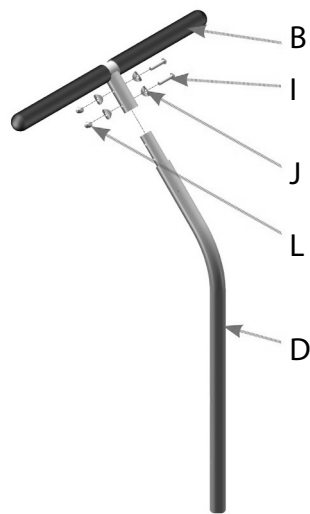

Abb. 5
Um den Griff (B) am verstellbaren Rohr (D) anzubringen, verwenden Sie vier Wellscheiben (J) und jeweils zwei Zylinderkopfschrauben (I) und Sicherheitsmutter (L) (siehe Abb. 5). Verwenden Sie zum Festziehen den Inbusschlüssel (O) und den Ringschlüssel (P).